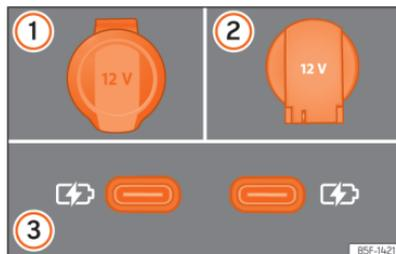

Fig. 182 Tomadas de corrente de 12 Volts do veículo
»» Fig. 182
Em função do equipamento e do país, o veículo pode dispor também de conectores USB com função **exclusivamente de carga ou tomada de corrente** »» Fig. 182 ③.